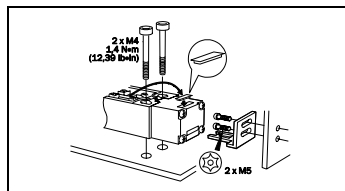

Fig. 1: montaggio dell'interruttore di sicurezza
- Fissare l'interruttore di sicurezza con viti 2 x M4 serrate con 1,4 Nm (vedere Fig. 1).